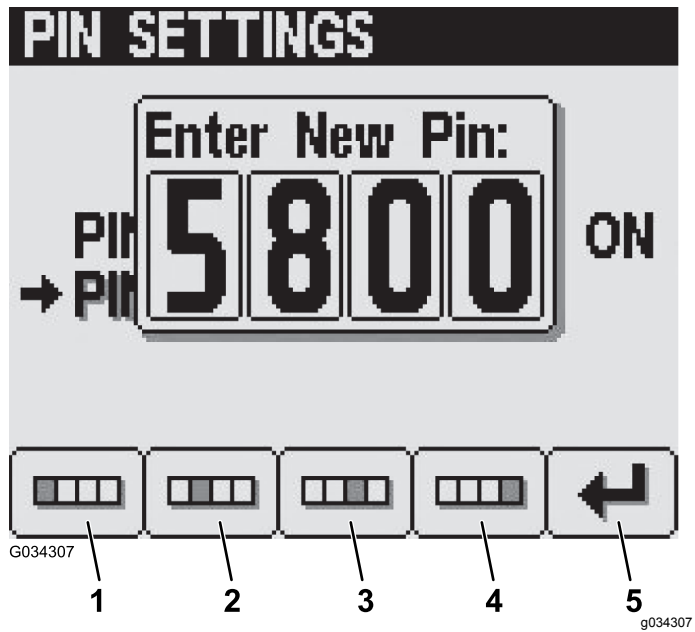

図 29
5. ボタン 14 を使って新しい PIN を入力し、入力が完了したらボタン 5 を押す 図 29。